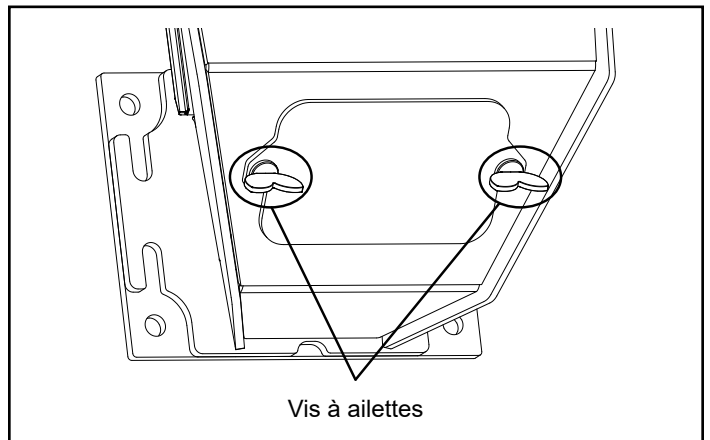

Figure 2.4
- Desserrez les (2) vis à oreilles à oreilles sur l'angle avant inférieur du pot de combustion, Figure 2.4